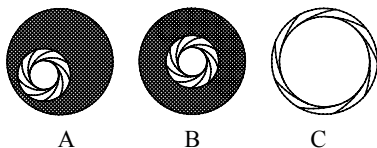

图 9
- 2) **聚光镜的调节**-此操作请参照图 9。关小视场光栏。
- a. 如果聚光镜没调节好的话，光栏像不清晰并且不在视场中心，如图 9 A 所示。
- b. 调节聚光镜升降手轮使光栏边缘清晰。然后通过两颗聚光镜调中螺钉把聚光镜调中，如图 9 B 所示。
- c. 通过上述调节后，调节视场光栏调节环，把视场光栏调节到和比视场稍大即可，如图 9 C 所示。